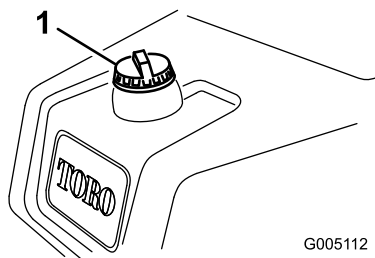

Figure 28
1. Nettoyez la surface autour du bouchon du réservoir et enlevez le bouchon (Figure 28).